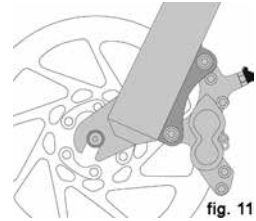
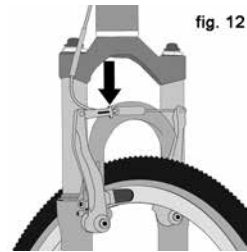

fig. 11
fig. 12
(1) Falls Ihr Fahrrad Felgenbremsen hat, lösen Sie den Schnellspanverschluss, um den Abstand zwischen dem Reifen und den Bremsblöcken zu vergrößern (Siehe Abschnitt 4.C, Abb. 11 bis 15).
(2) Falls Ihr Fahrrad Felgenbremsen hat, lösen Sie den Schnellspannverschluss, um den Abstand zwischen der Felge und den Bremsblöcken zu vergrößern (siehe Abschnitt 4.C, Abb. 11 bis 15).
(3) Bei einem Kettenschaltwerk, ziehen Sie den Umwerfer mit der rechten Hand zurück.
- 3. Manche Fahrradbremsen, wie zum Beispiel Scheibenbremsen (Abb. 11) und Direktzugbremsen (Abb. 12), sind überaus leistungsstark. Geben Sie sich besondere Mühe, sich mit diesen Bremsen vertraut zu machen und seien sie besonders vorsichtig bei deren Verwendung.**
Die meisten Bremsen haben eine Art von Schnellspanverschluss, um die Bremsklötze vom Reifen zu lösen, wenn ein Rad entfernt oder wieder eingesetzt wird. Wenn der Schnellspanverschluss der Bremse in der offenen Position ist, sind die Bremsen nicht funktionsfähig. Fragen Sie Ihren Händler, um sicherzugehen, dass Sie verstehen, wie der Schnellverschlussmechanismus Ihres Fahrrads funktioniert (siehe Abb. 12, 13, 14 & 15) und vergewissern Sie sich jedes Mal, dass die Bremsen ordnungsgemäß funktionieren, bevor Sie sich auf das Rad setzen.